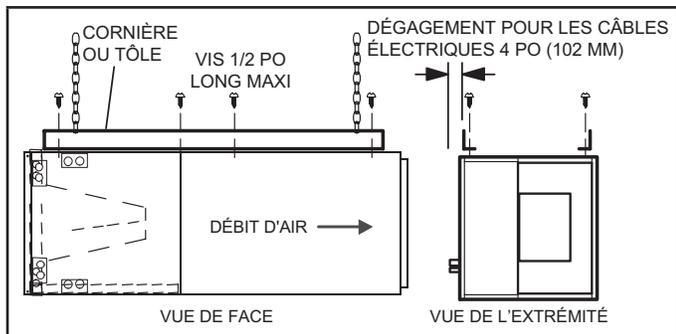

FIGURE 3. Suspension d'une unité horizontale
- 5 - Si l'unité est suspendue, elle doit être supportée sur toute sa longueur. Lorsqu'une chaîne ou une bande métallique est utilisée, fixez un morceau de cornière ou de tôle sur l'unité (au-dessus ou en dessous) de manière à ce que toute la longueur de l'unité soit supportée. Utilisez des vis de 1/2 po de long maximum de manière à ne pas endommager le serpentin ou le filtre. Voir Figure 3. Connectez les plenums d'alimentation et de retour d'air à l'aide de vis à tôle.
- 11 - Si l'unité est suspendue, elle doit être supportée sur toute sa longueur. Lorsqu'une chaîne ou une bande métallique est utilisée, fixer un morceau de cornière ou de tôle sur l'unité (au-dessus ou en dessous) de manière à ce que toute la longueur de l'unité soit supportée. Utilisez des vis de 1/2 po de long maximum de manière à ne pas endommager le serpentin ou le filtre comme illustré à la figure 3. Connectez les plénums d'alimentation et de retour d'air à l'aide de vis à tête.